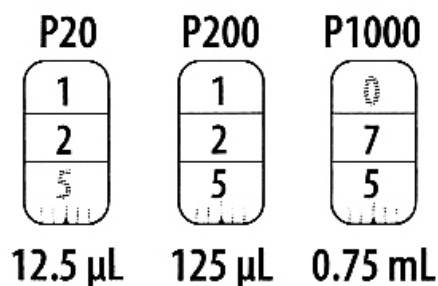

図2 マイクロピペットの容量設定目盛り
- 1) 目盛り調節ダイヤルを回して測り取る容量にセットする(図2参照)。ダイヤルはゆっくり回す必要はないので手早く設定容量にセットする。